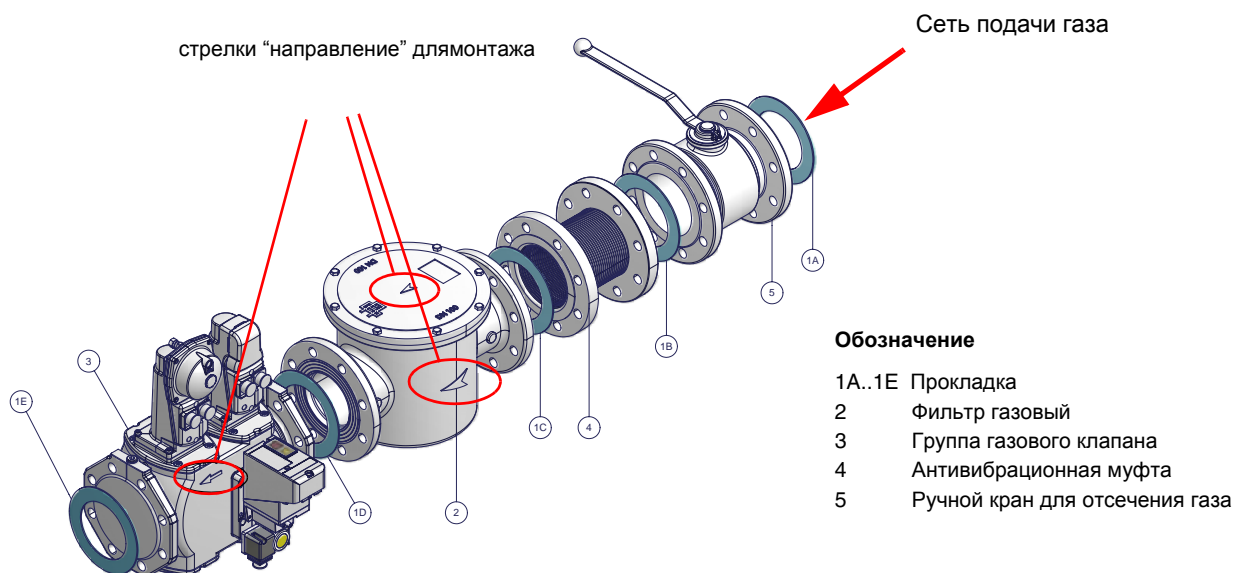

Рис. 6 - Пример газовой рампы
- 1 - б) при фланцевых соединениях: между соседними компонентами устанавливать прокладку (1A..1E - Рис. 6), совместимую с используемым газом,